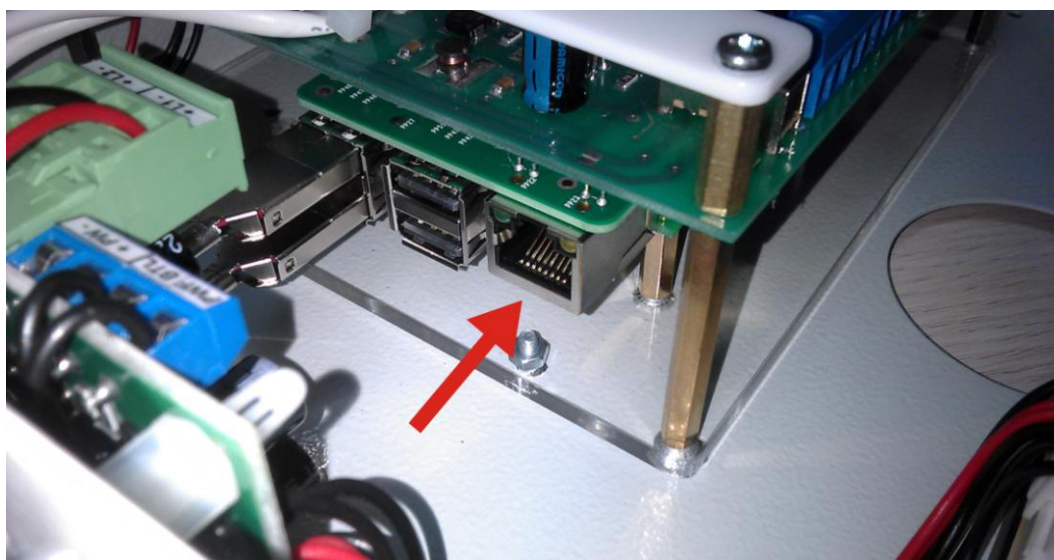

Рис. 16 - Расположение разъема интерфейса Ethernet
- 3) На кабель локальной сети установить (обжать) вилку разъема RJ45 с помощью специального инструмента, вставить вилку в гнездо на плате процессора (рис. 16). Другой конец кабеля аналогичным образом подключить к сетевому коммутатору.